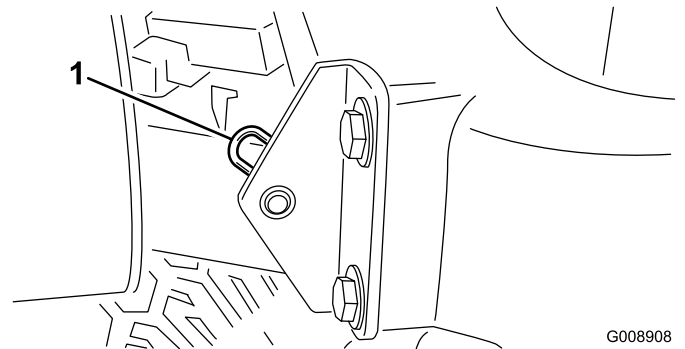

Figura 40
2. Togliete la coppiglia che fissa il perno del cofano alle staffe di montaggio (Figura 40).